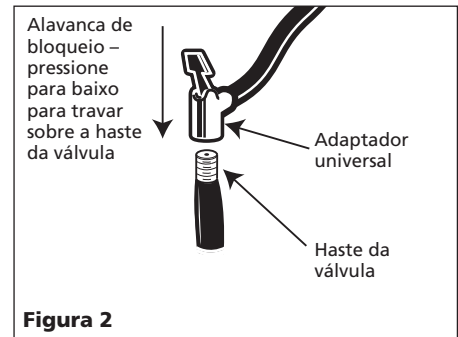

Figura 2
- d.) Pressione a alavanca de travamento para baixo sobre a haste da válvula (veja a Figura 2).
- 1) Para usar os acessórios de inflação, introduza o acessório no adaptador universal e pressione a alavanca para fixá-lo em seu lugar (veja a figura 2). O acessório de inflação se adaptará de maneira segura.